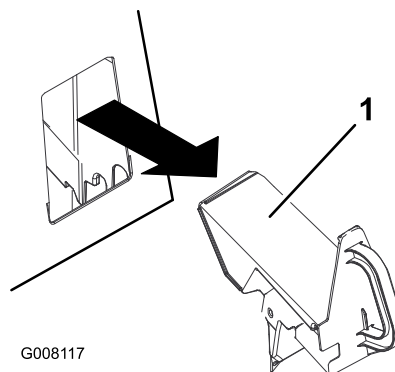

Figura 19
3. Retire el tapón de reciclado (Figura 19).